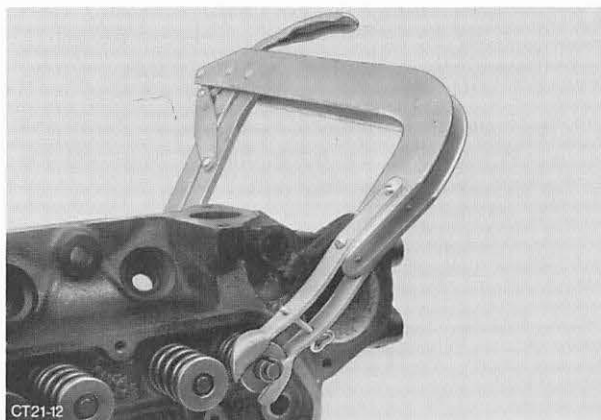

Abb. 246 Ventilkeile mit handelsüblichem Ventildfeder-Spannapparat ausbauen, „A“-Motor
1. Ventildfeder und Ventildfederteller mit handelsüblichem Ventildfeder-Spannapparat zusammen-drücken und Ventilkeile entnehmen, Abb. 246.